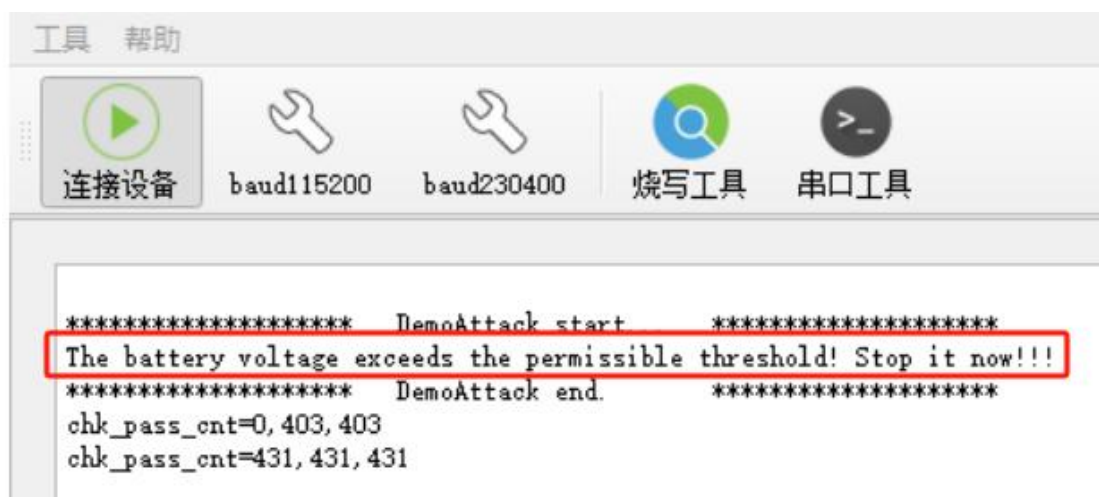

图 19. 串口 UART0 结果
**注意，图 19 中仅红框以内信息受参赛队伍控制，红框以外信息自动生成，用于自动判定系统状态。**